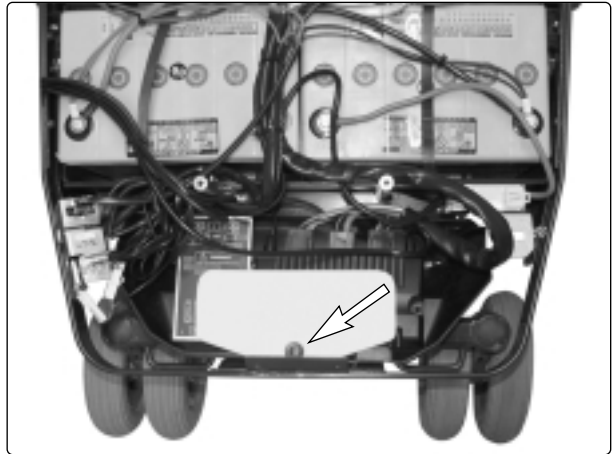

Abb. 39. Die Ausgangsstufe Pilot+ und SLS-Treiberstufe befinden sich unter einem Schutzblech.
4. Lösen Sie das Rad, mit dem das Schutzblech über der Elektronik befestigt ist, siehe Abb. 39.